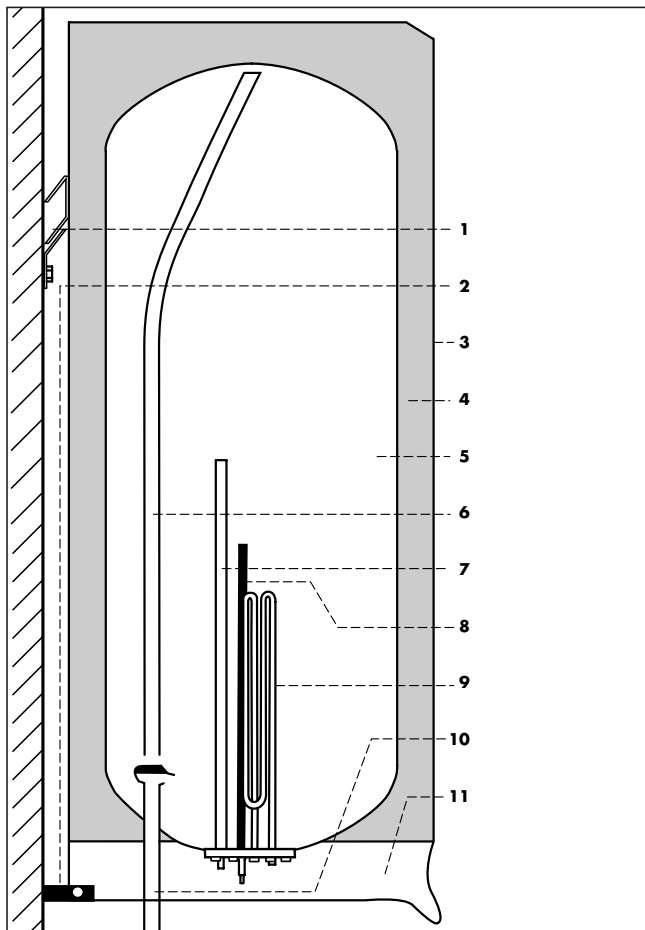

Fig. 1.2 Opbygning
Med lukkede varmtvandstappeventiler er vandindholdet ikke i forbindelse med atmosfæren. Når der åbnes en varmtvandstappeventil, strømmer det kolde vand gennem koldtvalsindløbsrøret (10, fig. 1.2) og trykker det varme vand fra den indvendige beholder (5) ud gennem varmtvandsudløbsrøret (6).